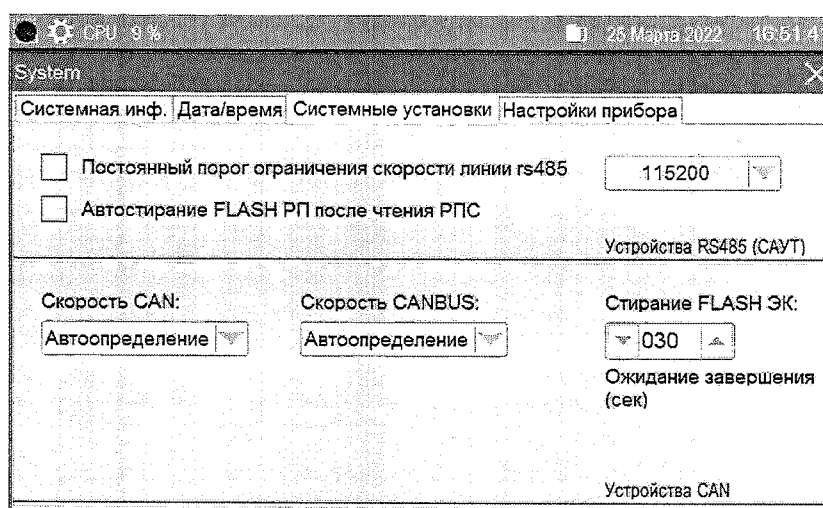

Рисунок 13
1.5.4.3 Во вкладке «Системные установки» необходимо указать параметры работы прибора в линии RS-485, линии CAN и CANBUS (рисунок 13).